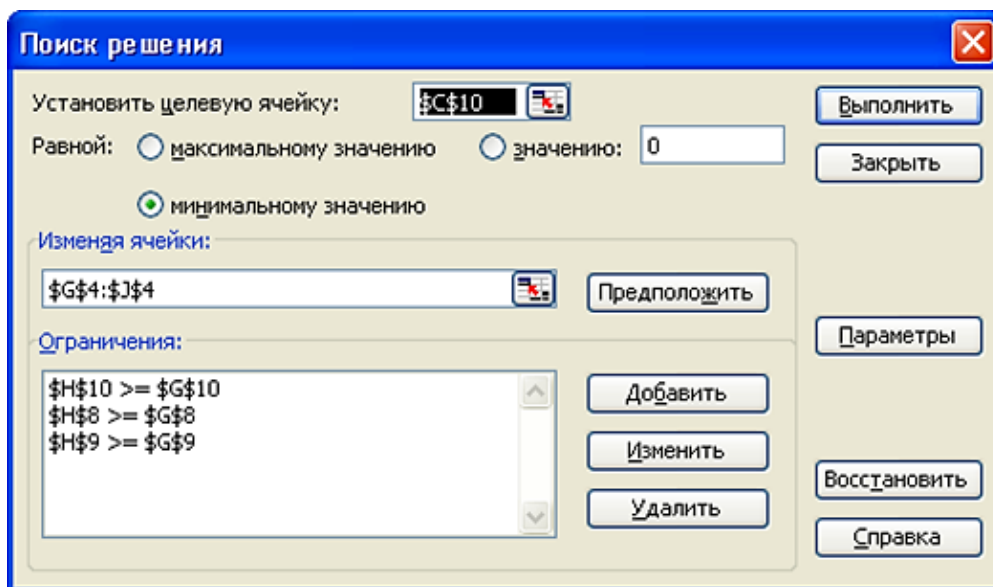

Рис. 11. Сформовані та введені всі умови для розв'язку задачі
- ОК. На екрані з'явиться вікно «*Поиска решения*» (рис. 11).